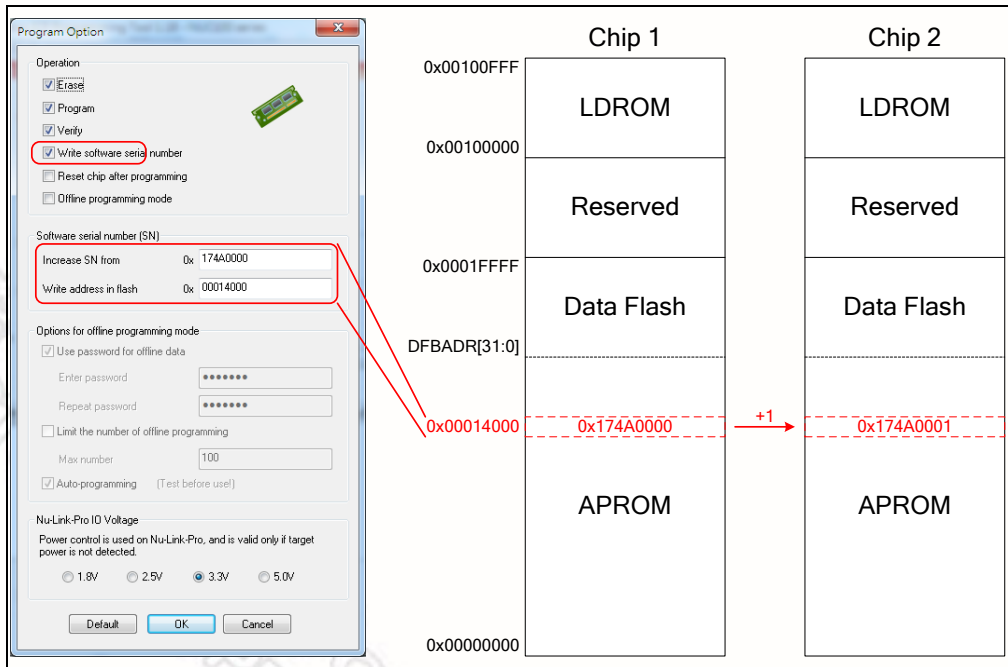

Figure 3-7 软件序列号(SN) 设置
3.2.3 软件序列号 (SN)
ICP工具软件提供了一个离线烧录时可烧写序列号的功能。用户可以在软件的**Increase SN from**和**Write address in flash**两个方框中填入会自动递增的序列号和序列号保存地址。这里以NUC140VE3CN 芯片作为例子, 用户可以指定“Increased Serial Number (SN)” and “Write Address”在芯片APROM, LDROM, 和 Data Flash的任意位置, 烧录时序列号 (SN) 会自动加1 (参见 Figure 3-7).